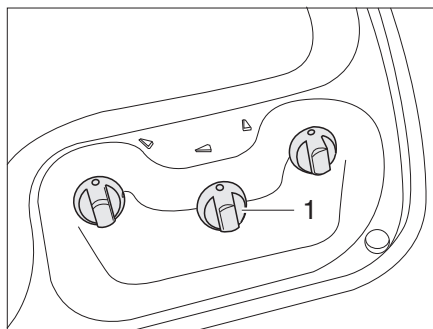
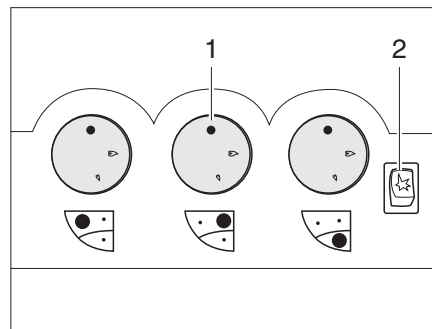

Fig. 189 Elementos de mando para la cocina de gas
Fig. 190 Alternativa: Elementos de mando para la cocina de gas
- Girar el regulador giratorio (Fig. 189,1 ó Fig. 190,1) correspondiente al quemador deseado a la posición de encendido (llama alta).
- Si hay una tecla de encendido (Fig. 190,2):